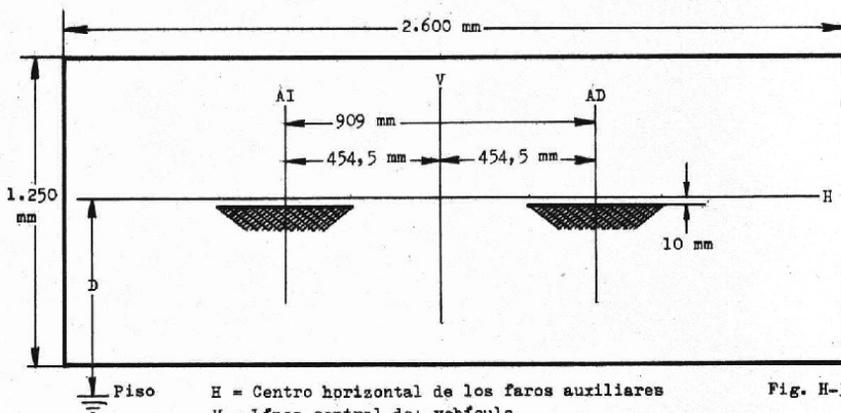

Fig. H-3
TORINO 300 (Ver Fig. h-3)
- Ubicar la pantalla preparada de acuerdo a las indicaciones de la Fig. h-3 a una distancia de 1 metro (1 m) de los faros auxiliares, observando la distancia "D", que será igual a la distancia existente entre el centro de los faros auxiliares y el piso.
- Cubrir el faro izquierdo y alinear el derecho o viceversa, actuando sobre los tornillos de regulación hasta lograr ubicar el centro del borde de la zona de mayor intensidad luminosa, sobre la línea vertical representativa en la pantalla del centro del faro (líneas AI y AD, Fig. h-3) y 10 mm debajo de la línea representativa del centro horizontal de los faros (línea H). Ver zona sombreada figura h-3.